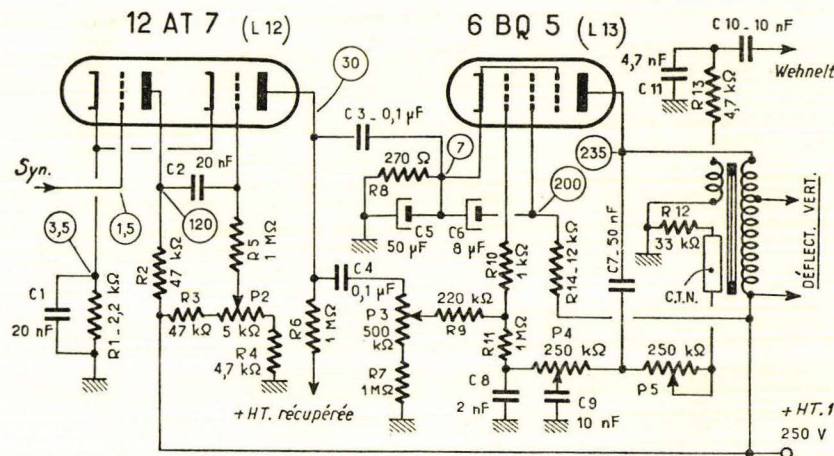

Fig. 8. — Schéma de la base de temps images; circuits de linéarisation et dispositif de stabilisation automatique de l'amplitude verticale.
Cette partie est réalisée suivant le schéma de la figure 8 où nous remarquerons :
2. — La plaque de la seconde triode est alimentée à partir de la haute tension récupérée, à travers les résistances R_6 (fig. 8) et R_{14} (fig. 7).